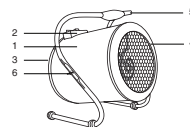

Рис. 1
Исполнение тепловентилятора – переносное, рабочее положение – установка на полу, условия эксплуатации – работа под надзором, режим работы – повторно-кратковременный. Несущая конструкция тепловентилятора (см. рис. 1) состоит из кожухов наружного (1) и внутреннего, изготовленных из листовой стали и имеющих цилиндрическую форму. Во внутреннем кожухе размещены вентилятор и трубчатые электронагревательные элементы. Снаружи кожуха расположен корпус блока управления (2). Кожух наружный, закрытый воздухозаборной (3) и воздуховыпускной (4) решетками, винтами устанавливается к ручке-подставке (5) и имеет возможность поворота в вертикальной плоскости. Угол поворота фиксируется гайками (6). Вентилятор затягивает воздух через отверстия воздухозаборной решетки. Воздушный поток, втянутый вентилятором в корпус, проходя между петлями трубчатых электронагревательных